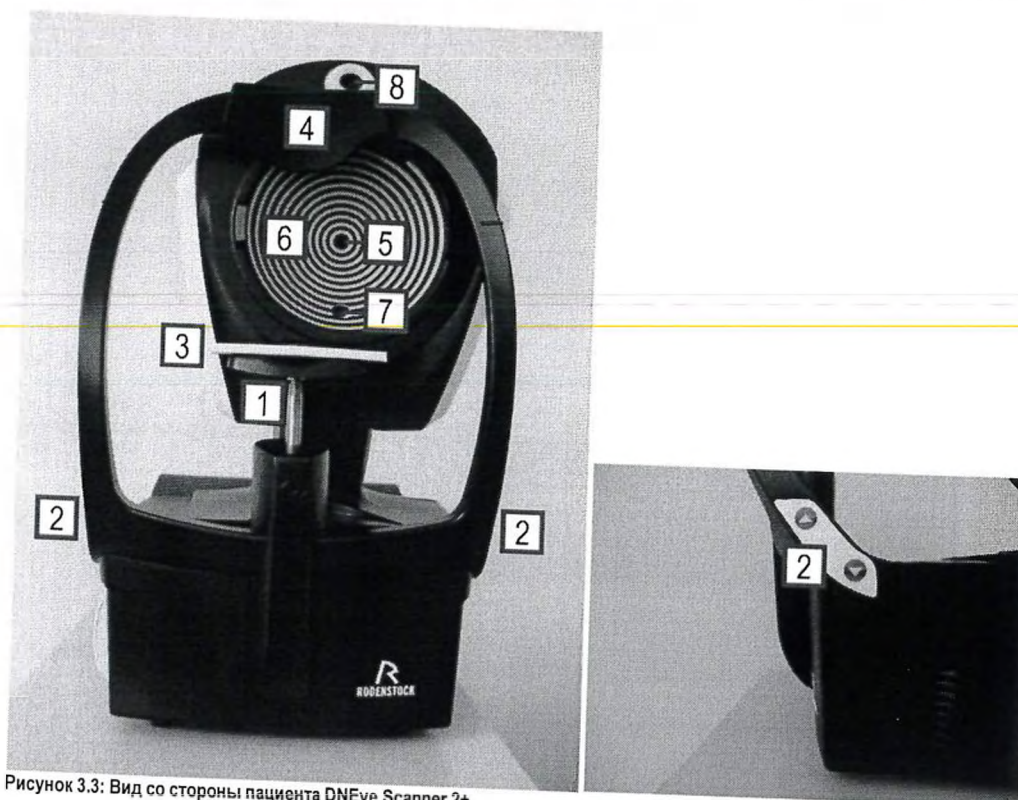

Рисунок 3.3: Вид со стороны пациента DNEye Scanner 2+
- DNEye Scanner 2+, С блоком тонометрии , см. (8) на рис. 3.3
Рисунок 3.3 графически изображает ту сторону устройства, с которой располагается клиент во время измерения. При включении устройства подвижный фиксатор подбородка автоматически принимает стандартную позицию. Больше информации о позиционировании клиента вы можете найти в части 4.3.2 Подготовка к измерению.